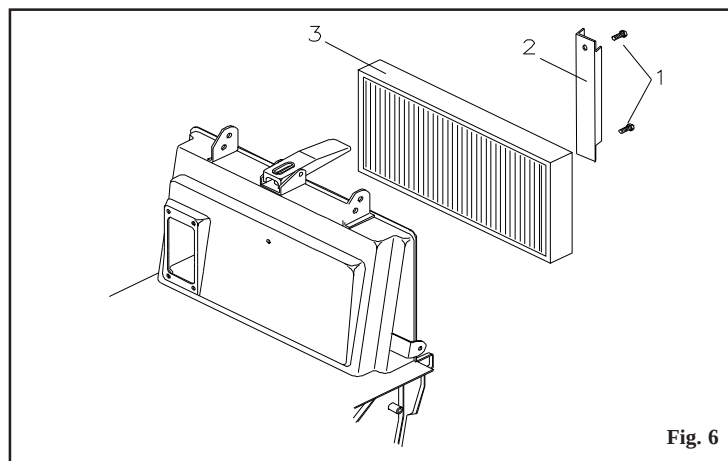

Fig. 6
- Aflojar los dos tornillos del cerco de retención **pos. 1 Fig. 6.**
- Quitar el cerco de retención del filtro **pos. 2 Fig. 6.**
- Extraer el filtro **pos. 3 Fig. 6** manteniendo elevado el martillito del sacudidor del filtro.
- Para volver a montar el filtro **pos. 3 Fig. 6** seguir las operaciones en sentido contrario.
La regulación del cepillo lateral se realiza aflojando los tornillos **pos. 1 Fig. 6/A** y ubicando manualmente el cepillo a lo largo de las muescas hasta llegar a la altura deseada. Una vez que se ha determinado la altura bloquear los dos tornillos.
Regulación 505ST - 705ET - 705ST (Fig. 6/A)
Para regular el cepillo central quitar el cofre superior y proceder sobre la manija **pos. 2 Fig. 6/A** de regulación aflojando primero la arandela del cerco de retención **pos. 3 Fig. 6/A** y luego rotar la manija en la dirección que se desea (en sentido horario aumenta la presión). Elevando la manija es posible hacerla ir en falso para poderla posicionar de manera tal que no obstaculice el cierre normal del cofre superior.
Regulación versión 505ET (Fig. 6/B)
Para regular el cepillo, quitar el cofre superior, aflojar el tornillo de bloqueo (**pos. 4 Fig. 6/B**) y dar la vuelta a la manija **pos. 5 Fig. 6/B** (en el sentido antihorario para apretar más el cepillo). Después de la regulación del cepillo bloquear el tornillo otra vez.